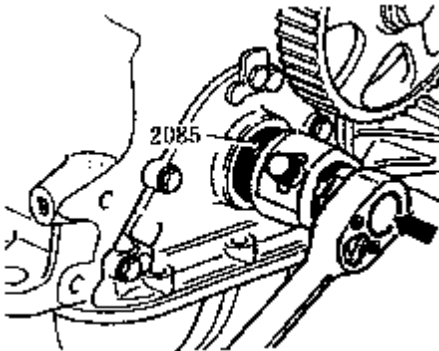

图 4-49 拉出油封
(4) 将油封拆卸器 2085 的内螺纹件拧出 2 圈 (约 3mm)，用滚花螺钉锁住。润滑油封拆卸器的螺纹头，然后装到油封上，用力尽可能拧入油封。松开滚花螺钉，拧动内螺纹件，顶住曲轴，直至拉出油封，如图 4-49 所示。